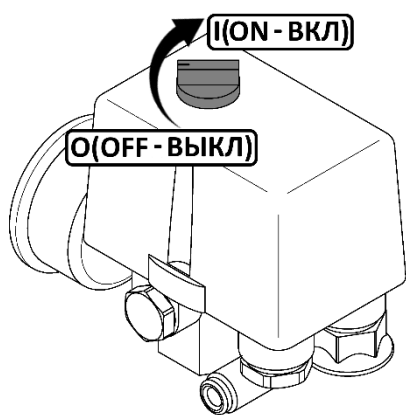
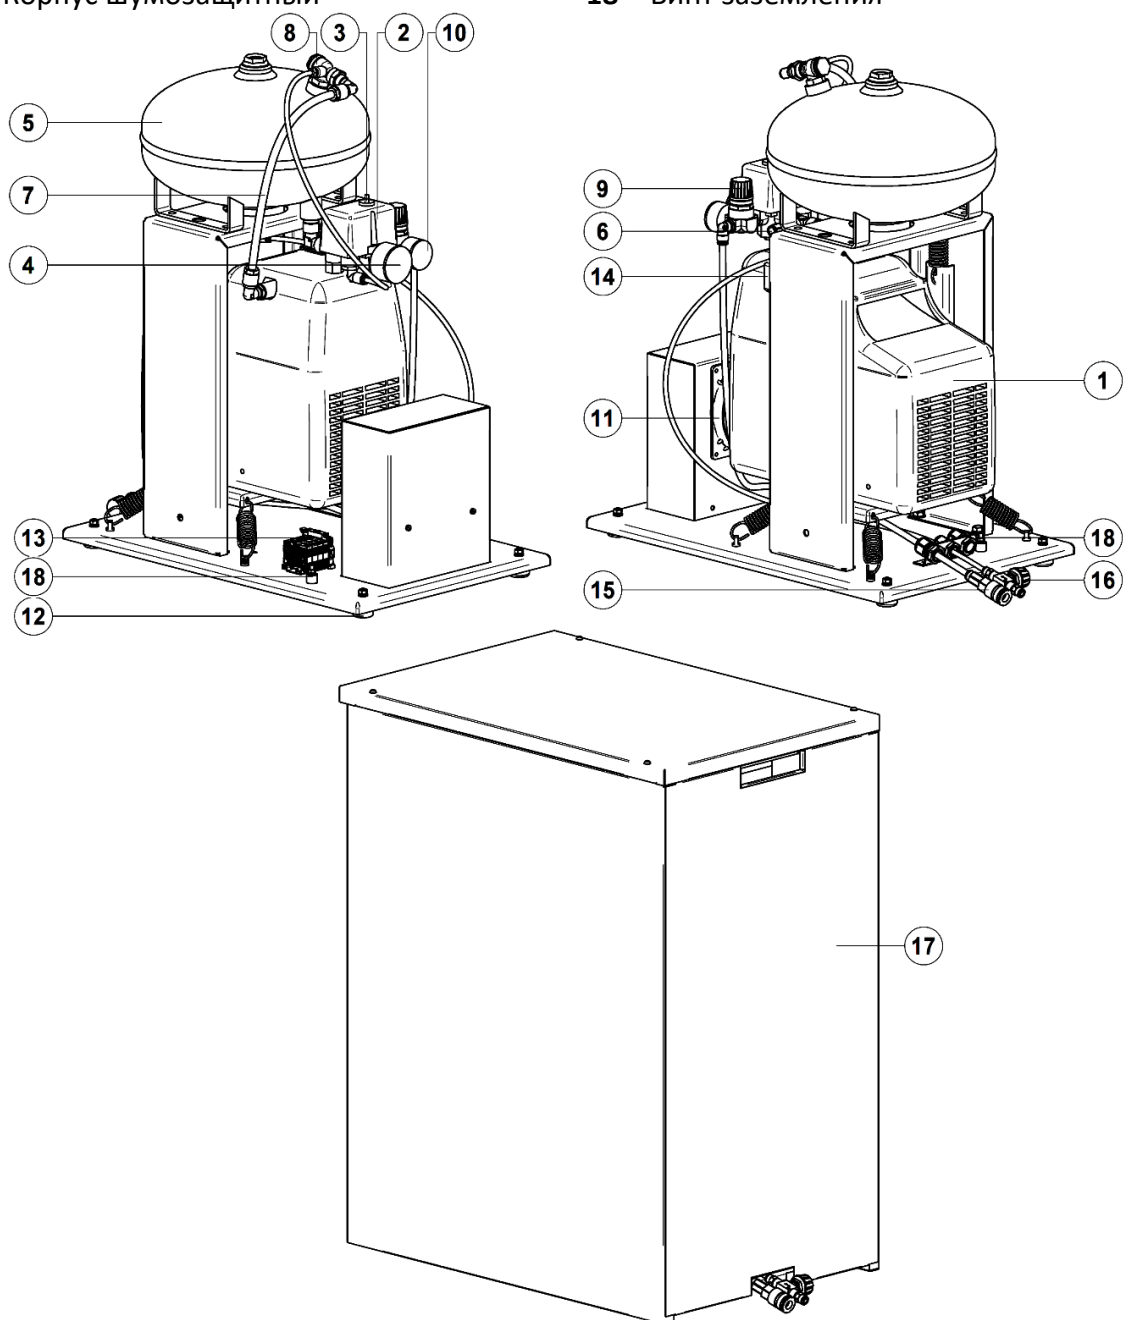

Рисунок 3
Рисунок 4 - Общий вид компрессора KM-8.F114K
7.5.8 Провод заземления подключите к винту заземления **18** (рисунок 4). При наличии заземляющего контакта в сетевой розетке дополнительное заземление не требуется.
- Проверьте, чтобы выключатель на реле давления находился в выключенном положении "O" (рисунок 3).
- Выключить компрессор выключателем **3** на реле давления (рисунок 4). Для этого необходимо переключить выключатель в положение "О" (рисунок 3). После этого остановится двигатель и произойдет сброс давления из нагнетательного воздухопровода и поршневого блока.
- Переключите выключатель **3** на реле давления (рисунок 4) в положение "0" (рисунок 3).
- После того, как блок поршневой **1** остынет до допустимой температуры, включите тепловое реле, нажав кнопку включения теплового реле **13** (рисунок 4).
- Снимите крышку всасывающего фильтра **14** (рис. 4), вывернув винт;